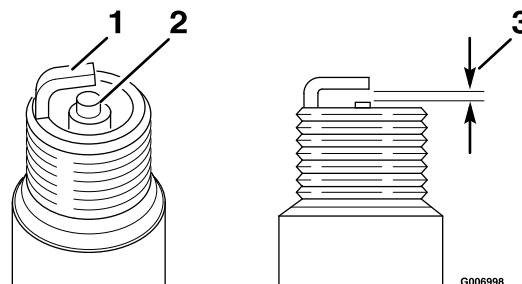

Figure 21
5. Réglez l'écartement des électrodes entre 0,6 et 0,7 mm (0,024 et 0,028 po); voir Figure 21.